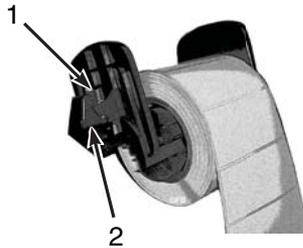

Figura 16, Material de Etiquetagem
3. Faça deslizar o rolo de material de etiquetagem Brady para o suporte de alimentação do material e reinstale a peça de extremidade (**Figura 16, 1**), que irá centrar automaticamente o rolo no suporte.
4. Volte a inserir o suporte de alimentação de material nas ranhuras da armação. Certifique-se de que os contactos eléctricos debaixo dos separadores laterais (**Figura 16, 2**) estão devidamente assentes na estrutura para que a impressora possa ler correctamente a etiqueta de identificação de material. Os rolos do material da parte superior do rolo devem estar de acordo com a **Figura 16**.